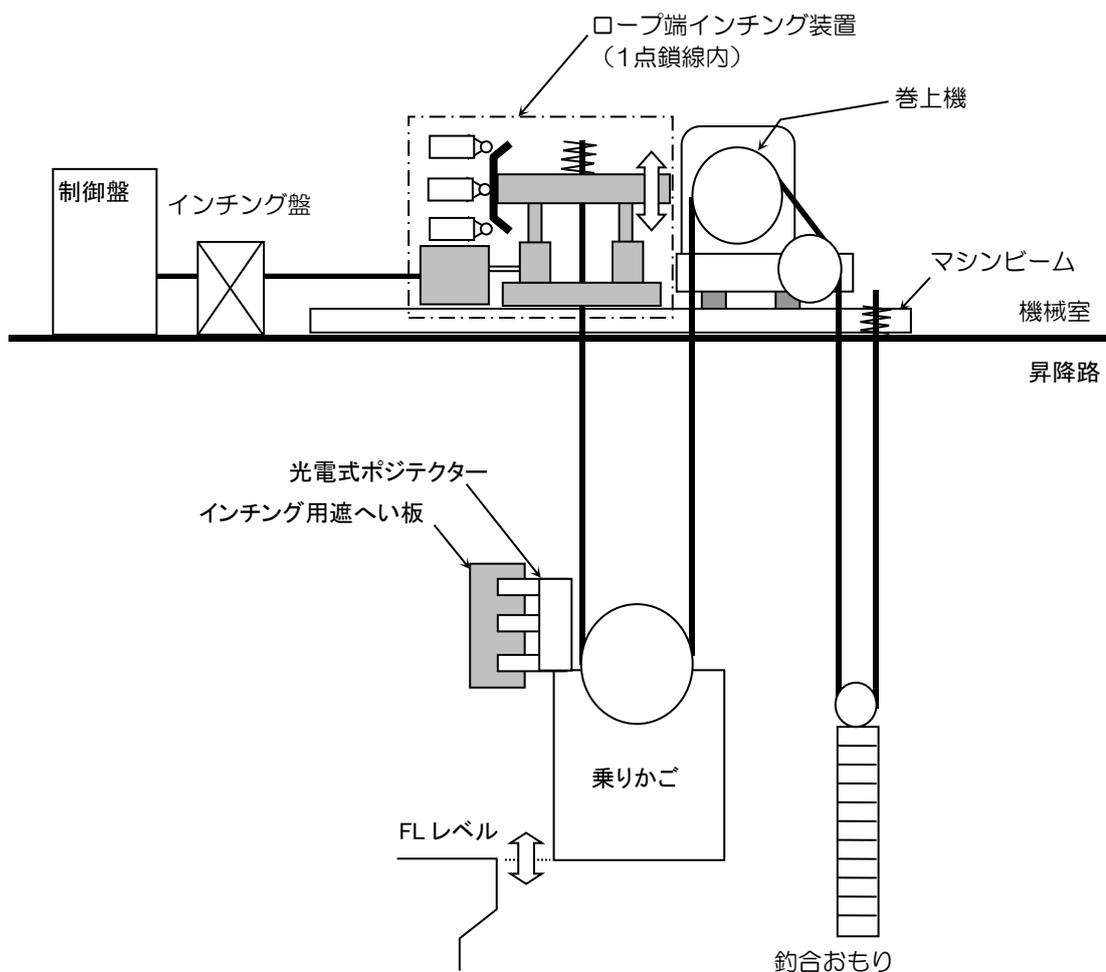

図 10-24 システム構成図
- 2) ロープ端インチング装置からの配線がつながっているインチング盤（図10-24参照）の「MSB」に挿入されている短絡コネクタを外し、OCSBのコネクタを挿入します。短絡コネクタはOCSB取り外し時に必要なため、紛失しないよう保管してください。